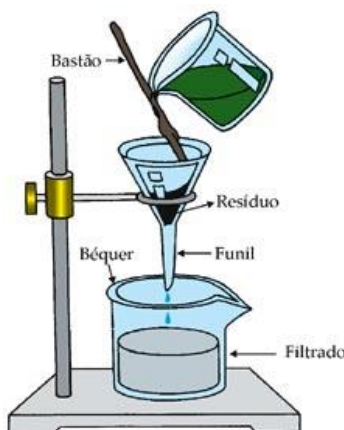

Figura 1. Sistema de filtração comum.
1. Filtrações Comuns de Laboratório: São efetuadas na aparelhagem indicada na Figura 1, onde os elementos fundamentais são papel filtro qualitativo e funil comum.